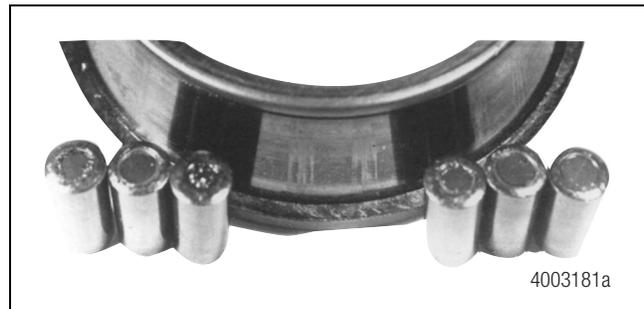

**Figura 4.6**
B. La costilla está desgastada. Figura 4.6.